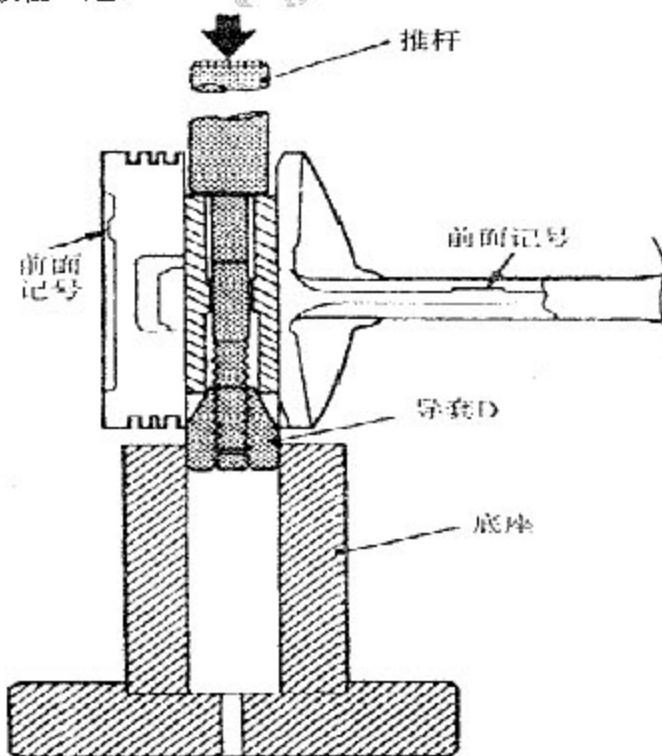

图 3-43
a). 如图 3-43, 从前面箭头记号侧插入推杆 (专用工具), 然后装导套 D。